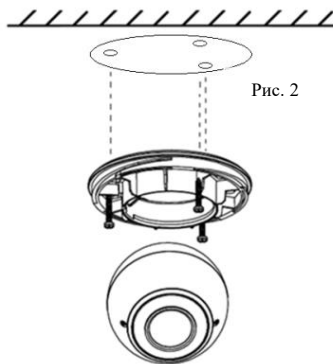

Рис. 2
8. Удерживая модуль камеры, выведите кабель в соответствии с рисунком на шаблоне и закрепите основание на поверхность (см. рис.2).